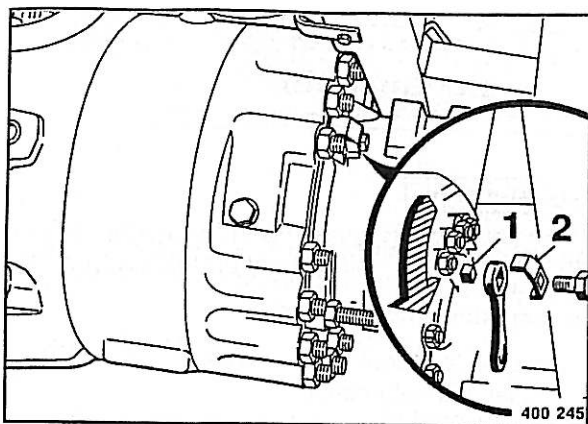

Fig. 140
- Desenroscar la chapa de seguridad 2 (Fig. 140).
- Girar el cuadrado (1) hasta el tope en el sentido de las agujas del reloj.